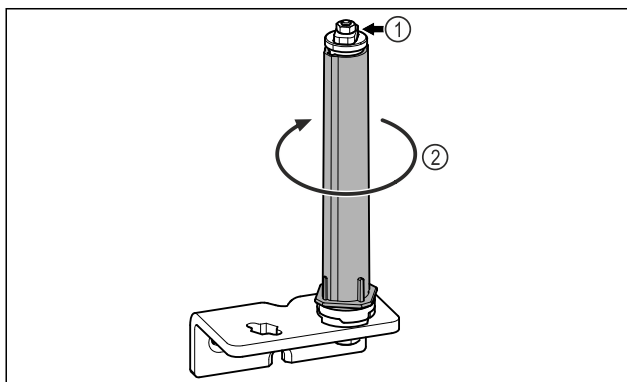

Fig. 22
- Ne rastavljajte sustav zatvaranja vrata Fig. 22 (1).
- Okrećite sustav zatvaranja Fig. 22 (2) dok ne klikne.